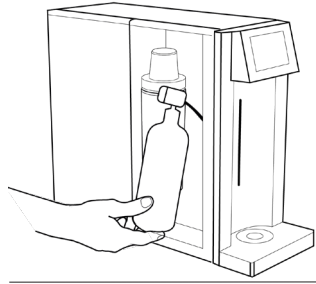

Fig. 1-14
43.5 – Estrarre la bombola del gas CO₂ dallo scomparto interno, facendo attenzione a non danneggiare il tubo in plastica connesso al riduttore di pressione della bombola, vedi Fig. 1-14.